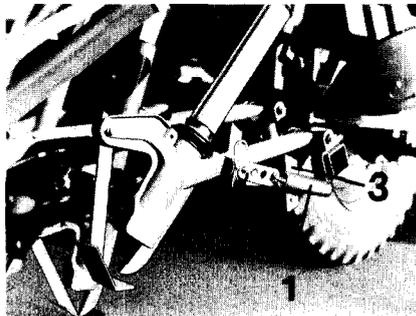
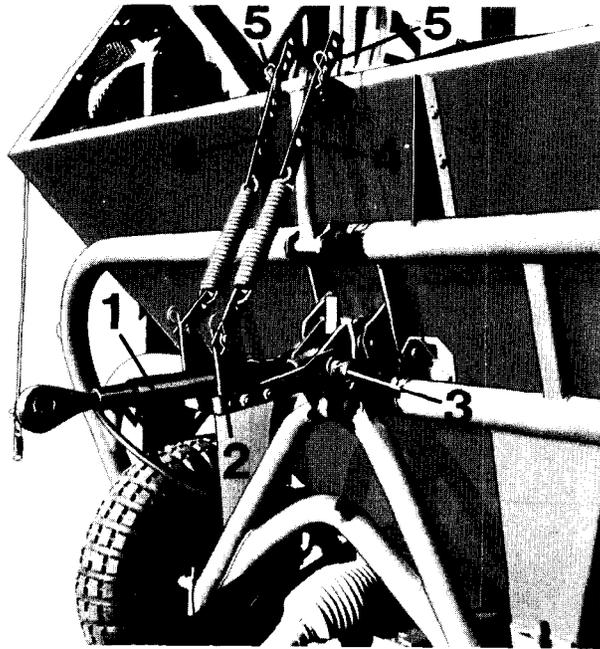

Abbildung 10
Abbildung 11
3. Beim Abstellen der Maschine Gelenkwelle in den Mitnehmerbügel (Seite 6 Abb. 11/2) legen, um diese zu schützen. Hierzu sind die beiden Gelenkwellenhälften auseinanderzuziehen, in den Bügel zu legen und wieder zusammenzustecken.
1. Der Schardruck jedes einzelnen Schares läßt sich mit Hilfe der Zugfeder (Abb. 10/1) und durch Umstecken des Einstellbleches (Abb. 10/2) den Bodenverhältnissen anpassen.
2. Werden einige Schare zum Drillen (z. B. Mais) nicht benötigt, können sie durch Umklappen der Halter (Abb. 10/3) hochgestellt werden.
1. Der Oberlenker (Abb. 11/1) ist **über** den Mitnehmerbügel zu führen (Abb. 11/2) und mit Bolzen und Klappsplint (Abb. 11/3) zu befestigen. Die Flacheisen (Abb. 11/4) sind so einzuhängen, daß der Mitnehmerbügel (Abb. 11/2) straff unter dem Oberlenker (Abb. 11/1) sitzt. Mit Federvorstecker (Abb. 10/5) sichern.
2. Durch Verstellen des Mitnehmerbügels (Abb. 11/2) nach vorn und der Flacheisen (Abb. 11/4) nach unten läßt sich der Hub (Aushebung der Spuranreißer) vergrößern oder – umgekehrt – verkleinern.